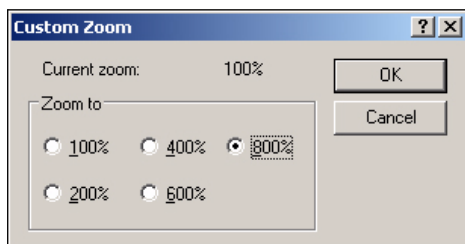

Рисунок 5-44: Масштаб пользователя
- 2 Выберите опцию “View > Zoom > Custom” (просмотр в масштабе пользователя). Появится диалоговое окно “Custom Zoom” (масштаб пользователя) (смотрите Рисунок 5-44 на странице 5-58).